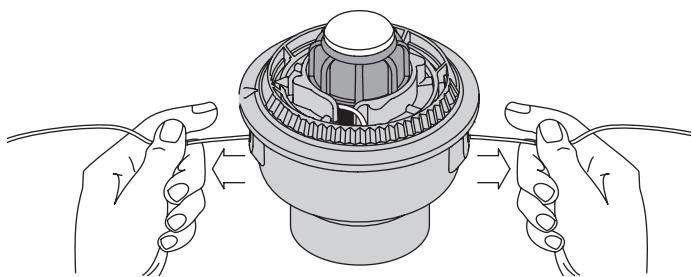

Fig. 17
- Si el bobinado de la línea se torna difícil o la línea se enreda, tire de los extremos de la línea de la bobina. Continúe bobinando el carrete interior en sentido antihorario (Fig. 17).